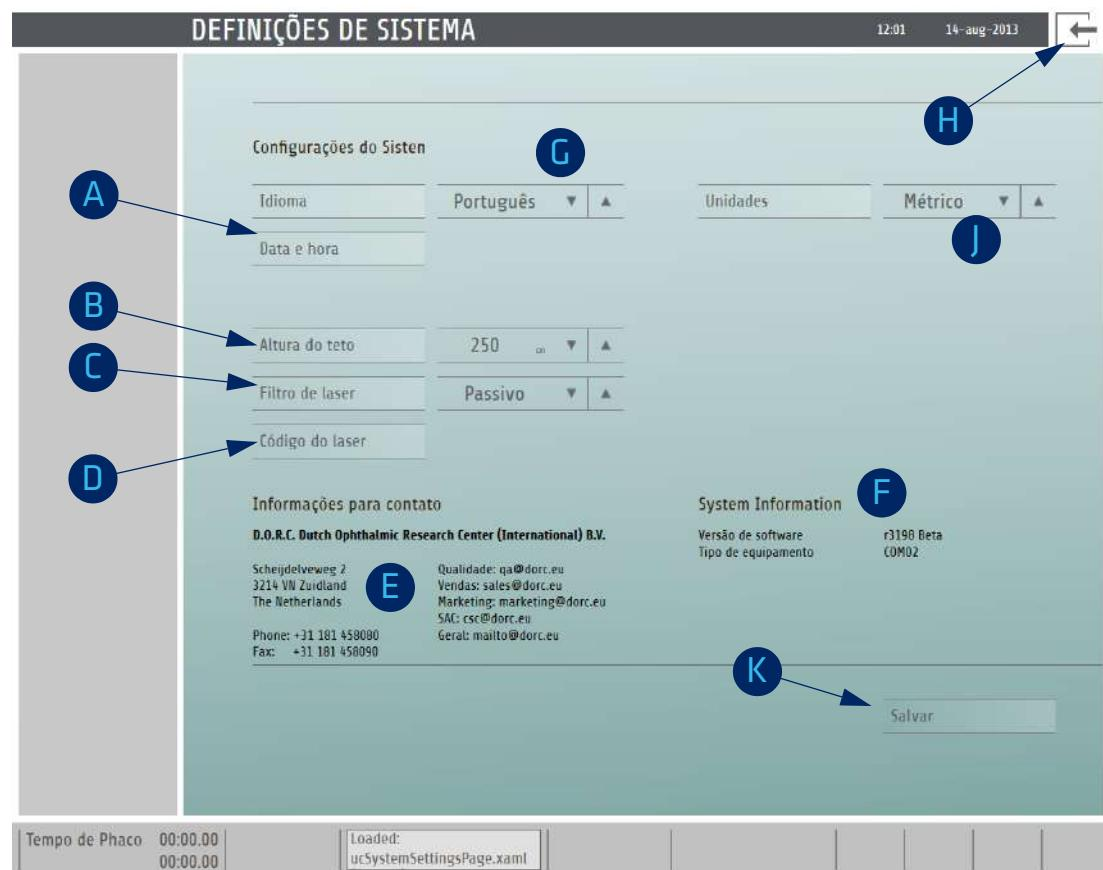

Fig. 149: Menu de configuração do sistema
2. Confirme o pop-up com SIM. É exibida a tela da fig. 149.
Consulte [B] na fig. 149: Aqui você pode alterar a altura do teto usando as teclas de seta (devido à altura do suporte de infusão).
Consulte [C] na fig. 149: Aqui você pode alterar as opções de filtro de laser (manual, passivo) usando as teclas de seta. A cada vez, você tem que inserir o código PIN (**CÓDIGO DO LASER**), antes do valor mudar.
Consulte [D] na fig. 149: Aqui você pode alterar o código PIN do laser (**CÓDIGO DO LASER**):
Ver [J] na fig. 149: Aqui você pode ajustar o formato para exibir a hora.